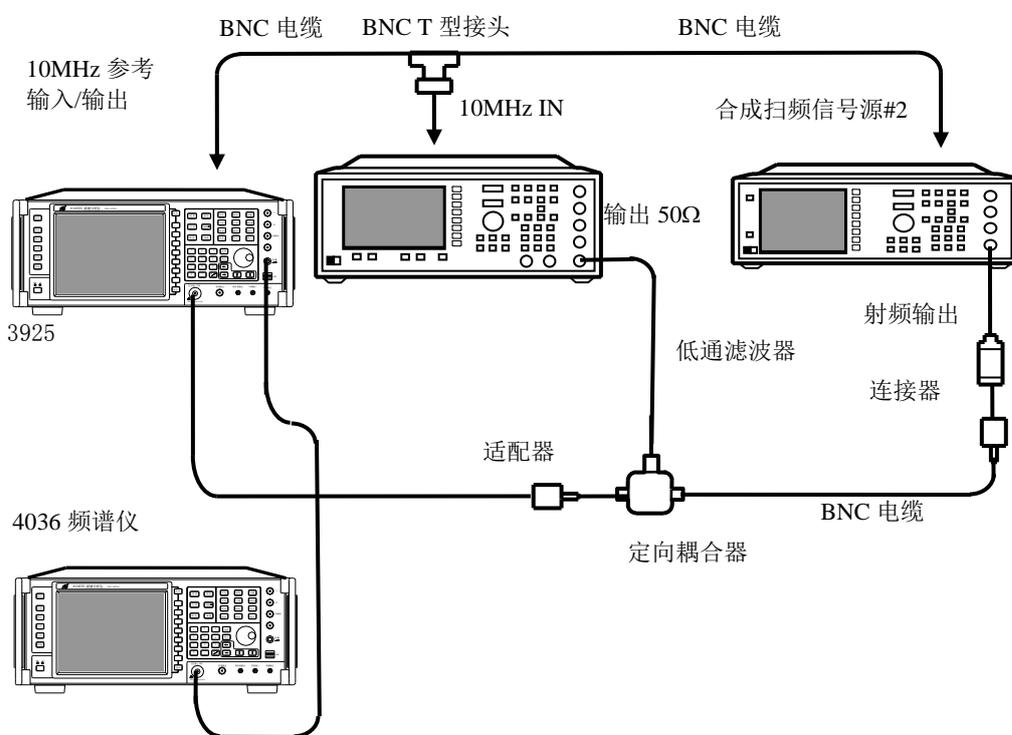

图 5-3 最大处理带宽测试
- 1) 按图 5-3 连接测试设备。3925 为两台合成信号发生器提供频率参考。定向耦合器作为信号合成器使用。信号发生器 1 的输出接入定向耦合器的耦合端口，信号发生器 2 的输出接入定向耦合器的输出端口。定向耦合器的输入端口接到 3925 的射频输入端口。